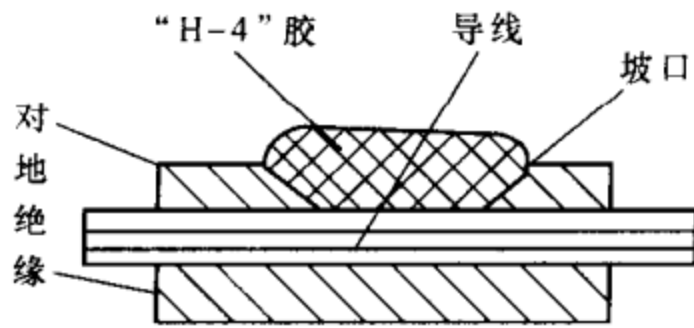

图 1-38 涂敷“H-4”胶至
(1) 用电工刀清理流胶孔洞周围和保护绝缘和对地绝缘。损坏绝缘与完好的绝缘层交接处，要削成坡口，以增加爬电距离。
(2) 检查铜线和匝间绝缘的损坏情况。切除灼毁的导线段，用同一规格的导线补焊连接，然后锉平、修光，重新包扎好匝间绝缘。
(3) 仔细清理残留在线圈上的绝缘碎片和毛刺。然后测量线圈直流电阻值。
(4) 涂敷“H-4”胶至原来线圈绝缘层的厚度，如图 1-38 所示。涂敷过程中，应特别注意操作地点要干净，防止杂质和导电粉尘粘在绝缘上。
(5) 电机在室温下自然干燥 8~12h 即可通电运行。